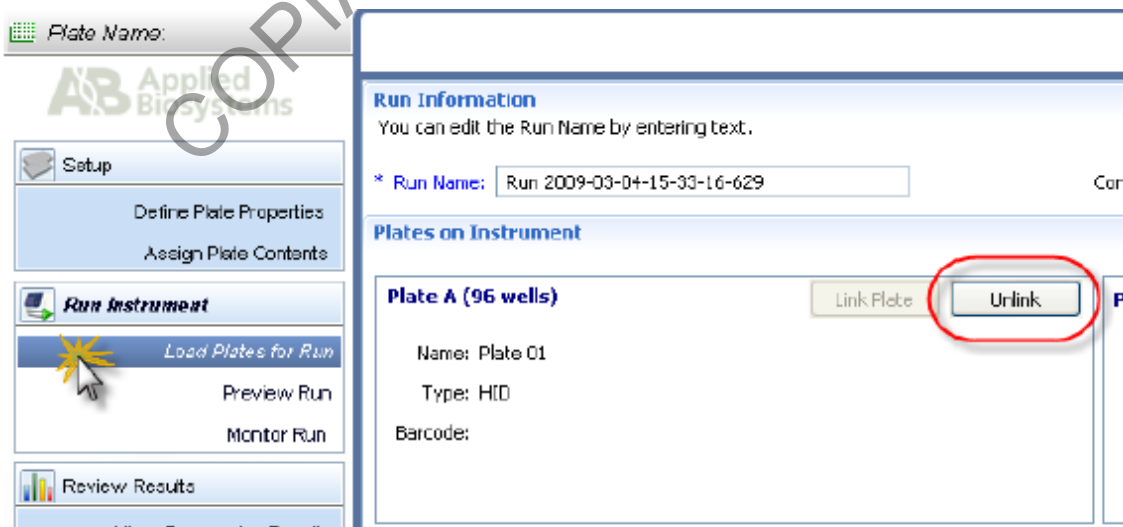

Figura 36. Asignación de posición a la placa vinculada.
**7.16.3** La casilla **"Link Plate"** se muestra tanto en la posición A, como en la posición B del instrumento. Seleccione según la posición donde colocó su placa. Aparecerá una pantalla pequeña en la cual debe elegir el proyecto que va a vincular. Selecciónelo y de click a **"Link Plate"**. (ver figura 36)